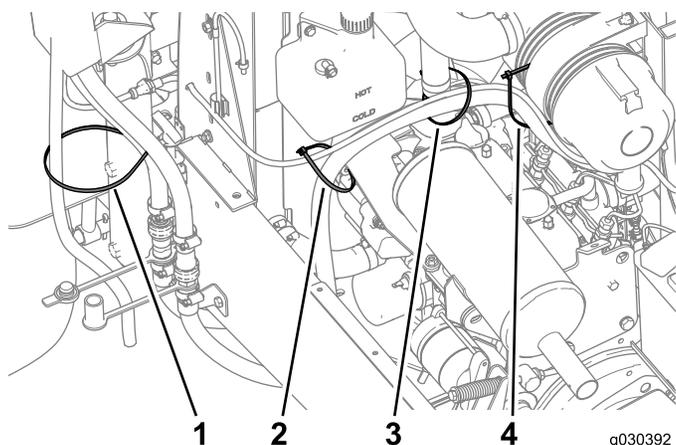
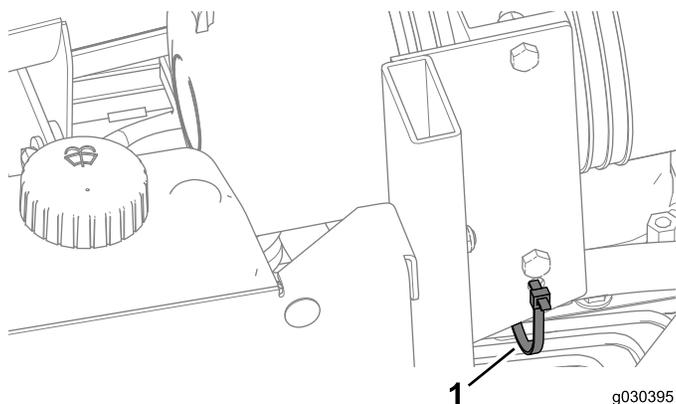

Bild 47
Bild 48
7. Befestigen Sie die Schläuche mit den Kabelbinden (Bild 47) und (Bild 48).